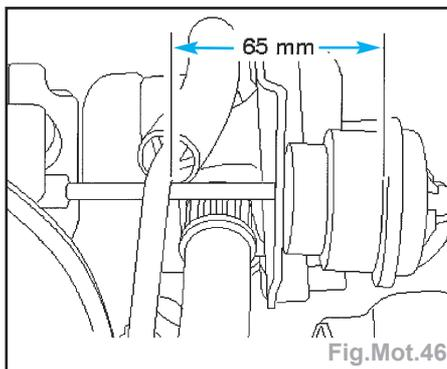

Fig.Mot.46
- Positionner le conduit d'admission d'huile de sorte que le jeu entre le conduit et le corps de la soupape de décharge soit de 65 mm (Fig.Mot.46).